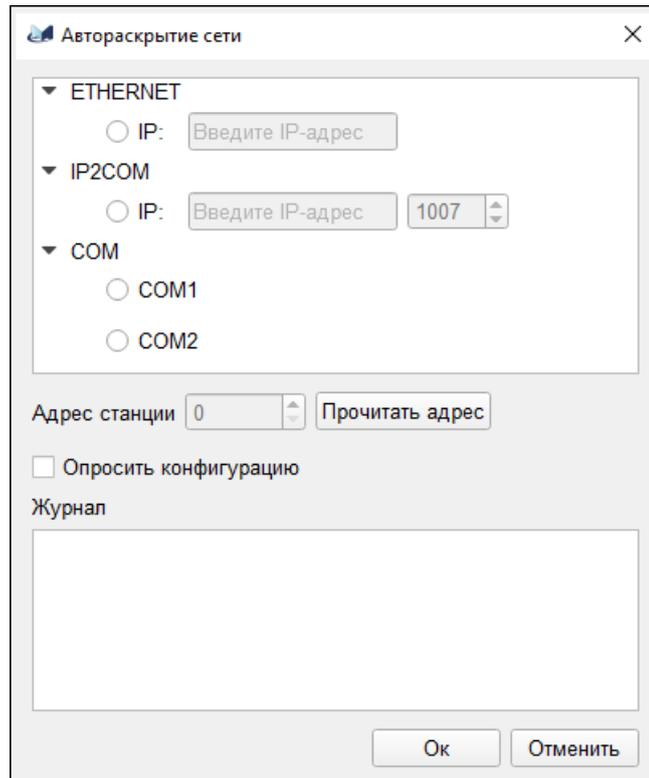

Рис. 58
4.2.11.3. Общий вид модуля автоматического раскрытия NP-сети показан на рис. 58.